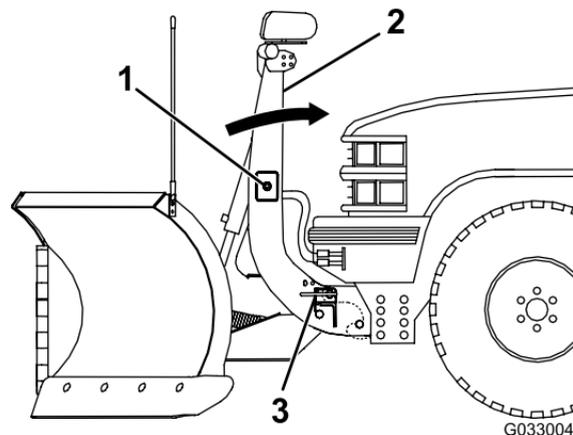

Figure 8
5. Poussez le commutateur SmartHitch2, situé sur le côté de la tour d'accouplement, vers le haut et élevez la tour jusqu'à ce que les goupilles à ressort de l'accouplement s'enclenchent en position (Figure 8).